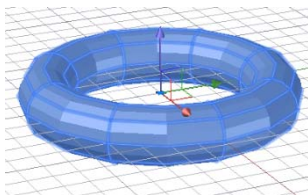

图 13-4 将平滑度提高一个级别
④ 确保使刚创建的网格圆环体处于被选中的状态, 在功能区“网格”选项卡的“网格”面板或“平滑”面板中单击“提高平滑度”按钮 , 以将网格对象的平滑度提高一个级别。该平滑处理会增加网格中镶嵌面的数目, 从而使对象更加圆滑, 效果如图 13-4 所示。再次单击“提高平滑度”按钮 , 可将网格对象的平滑度再提高一个级别, 效果如图 13-5 所示。